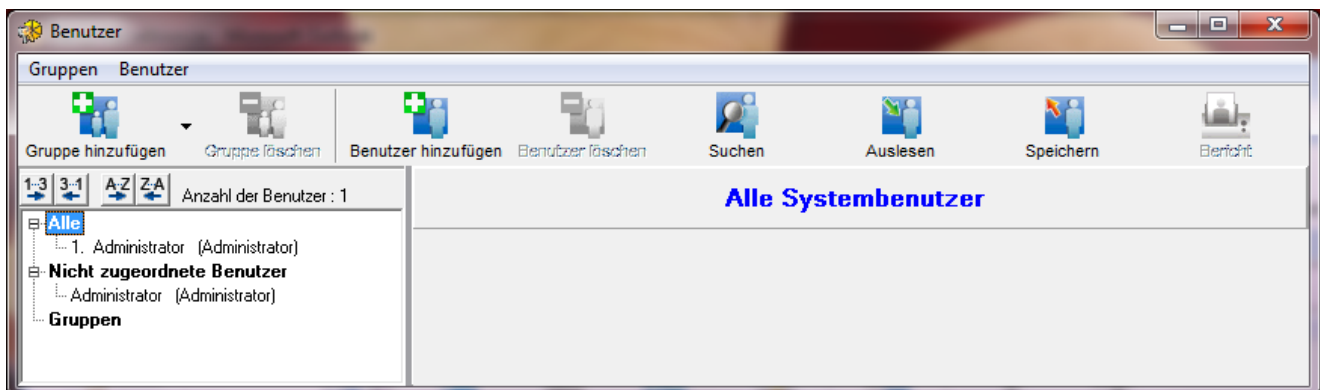

Abb. 24. Ansicht des Fensters BENUTZER vor der Hinzufügung der Benutzer.
1. Klicken Sie auf das Icon BENUTZER, das in der Menüleiste des Programms zugänglich ist (siehe: Abb. 22). Es öffnet sich das Fenster BENUTZER (siehe: Abb. 24).
20. Beenden Sie die Benutzereingabe mit Klick auf SPEICHERN (siehe: Abb. 24).
1. Klicken Sie mit der Maustaste auf das Icon BENUTZER in der Menüleiste des Programms (siehe: Abb. 22). Es öffnet sich das Fenster BENUTZER (siehe: Abb. 24).